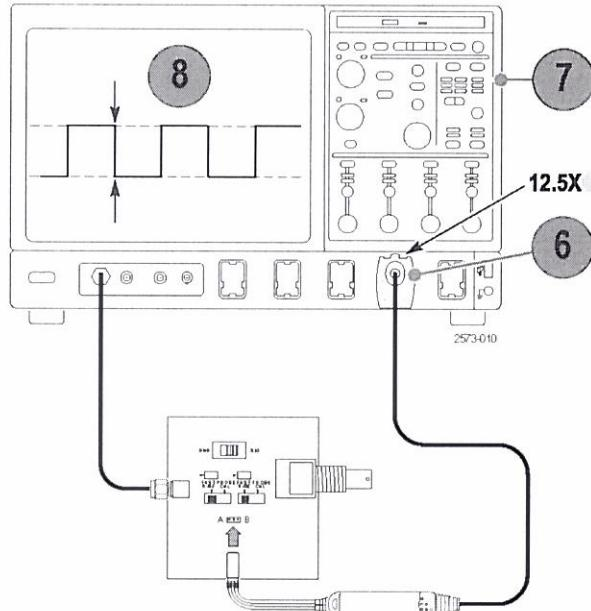

Рисунок 2
8.2.6 Включить коэффициент деления пробника 12,5Х. Включить дифференциальный режим (A-B) (6) (см. рисунок 2).